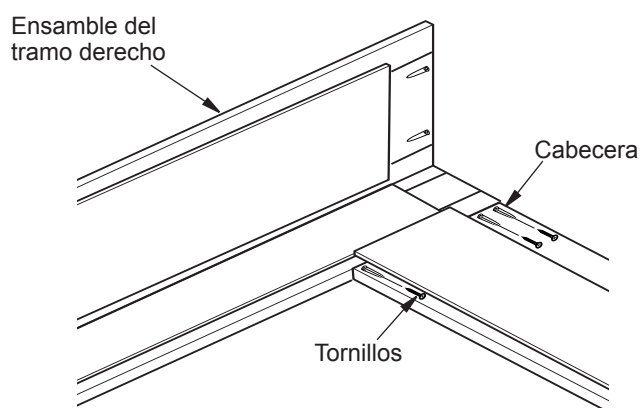

Figura 3 - Cómo fijar la cabecera
3. Fije el soporte con los tres tornillos que se incluyen a cada lado, como se muestra en la figura 3.